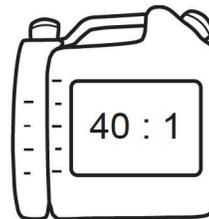

Fig. 13
- > Mezcle gasolina sin plomo de grado regular y aceite de motor de calidad con la botella para mezclar (22) incluida con el producto (Fig. 13).